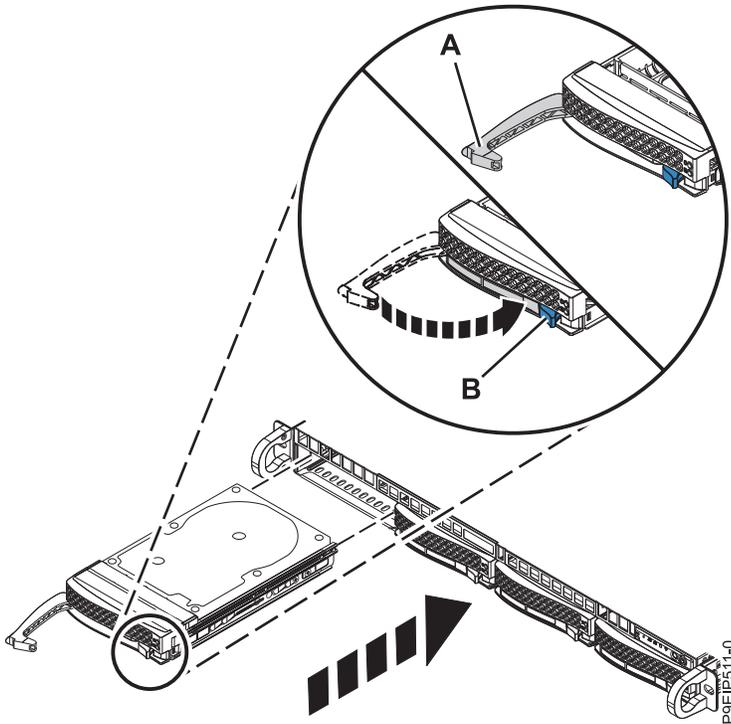

Figura 11. Detalle de bloqueo de la unidad de disco
7. Bloquee la asa de la bahía de unidad (A) presionando el pestillo del asa, como se muestra en la Figura 11 en la página 14.